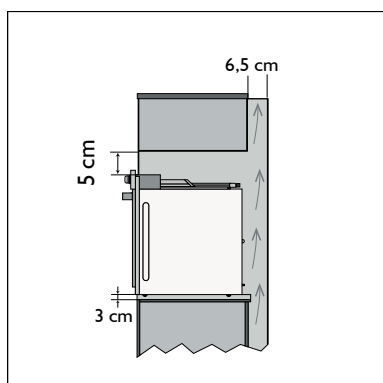

Figura 9
4. Garantice un espacio mínimo de 5,0 cm entre la tapa superior del horno y la pared superior del mueble. Igualmente se debe garantizar una distancia mínima de 6,5 cm entre el horno y la tapa posterior del mueble (Ver figura 9).